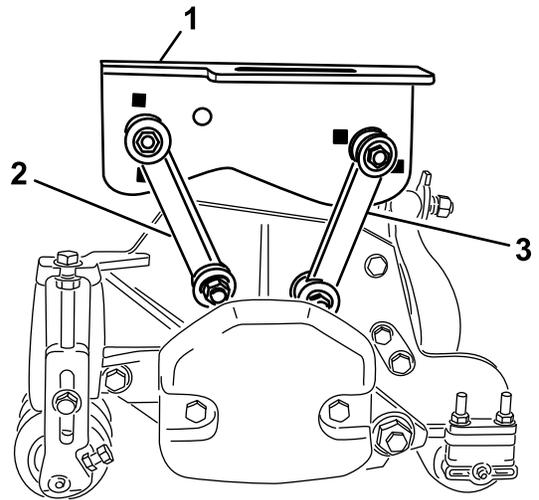

图17
- 如图17所示，用螺栓 (3/8 x 2-1/4 英寸)、2 个平垫圈和 1 个锁紧螺母将前安装连杆固定到中间承载架孔中。安装时，将垫圈放到连杆的两侧。上紧紧固件扭矩至 42N·m。
- 如图17所示，用螺栓 (3/8 x 2-1/4 英寸)、2 个平垫圈和 1 个锁紧螺母将后安装连杆固定到中间承载架孔中。安装时，将垫圈放到连杆的两侧。上紧紧固件扭矩至 42N·m。